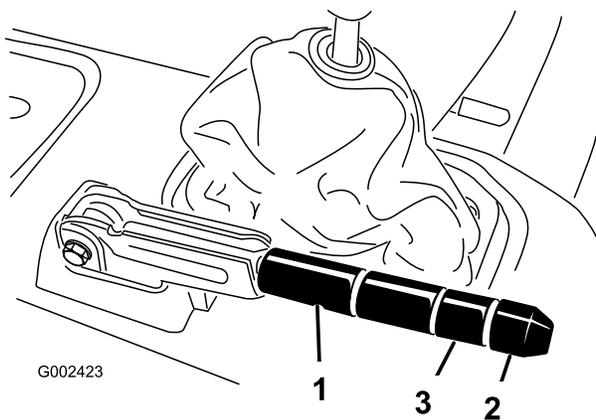

Figura 61
2. Desaperte o parafuso de afinação que fixa o manípulo à alavanca do travão de mão (Figura 61).